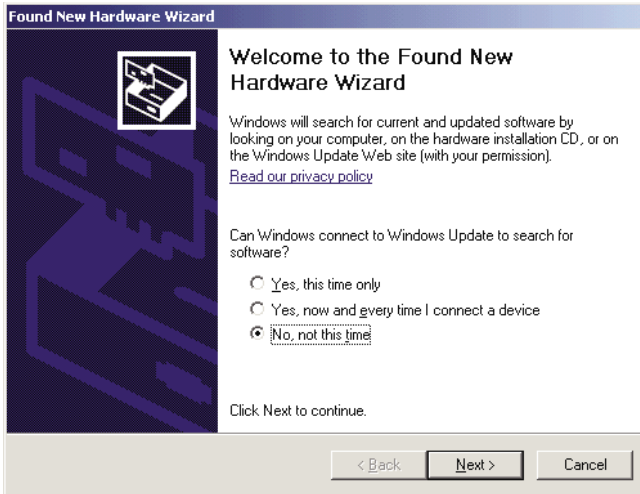

Рис. 4. Окно мастера поиска нового оборудования
8. Через несколько секунд выводится сообщение Found New Hardware (найдено новое оборудование, см. рис. 4).